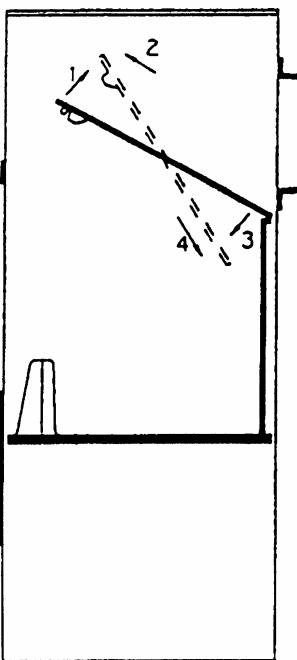

Fig. 10
- Controlar a eficácia da lingueta de fecho da porta e, se necessário, efectuar as seguintes afinações (Fig. 10) :
- . Desapertar sucessivamente o parafuso ① e apertar o parafuso ②.